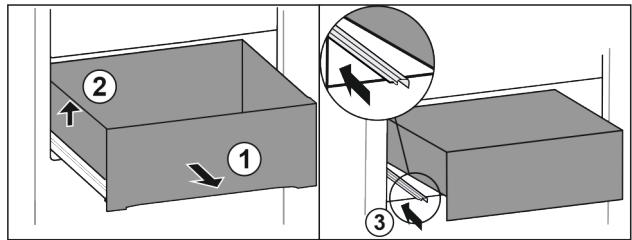

Fig. 23
- Изтеглете чекмеджето докрай. Fig. 23 (1)
- Повдигнете чекмеджето отляво. Fig. 23 (2)
- Вкарайте лявата релса. Fig. 23 (3)